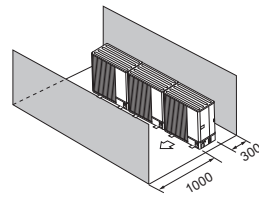

Abb. 2-18
- (4) Hindernisse oder unzugängliche Oberflächen nur auf Vorder- und Rückseite (Abb. 2-18)